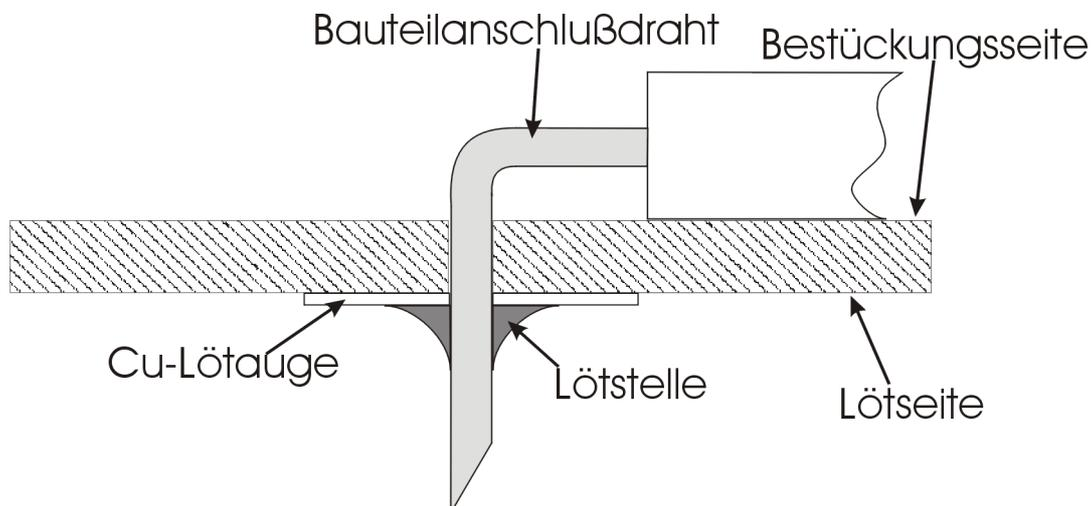

Abbildung 1 Einlöten von Bauelementen
- Das Lötzinn wird vom Anschlußdraht leicht angesaugt und besitzt daher die Form wie in Abbildung 1 (konkave Form).